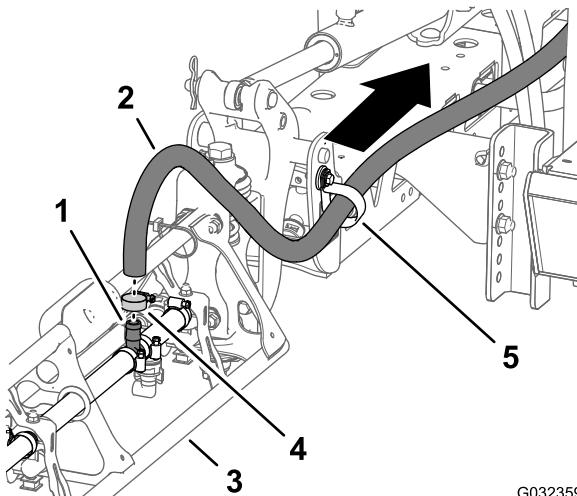

图42
1. 在外部喷洒臂段取下将喷洒臂段的供水软管固定到宝塔 T 形接头的软管夹 图42。
2. 从 T 形接头上拆下软管 (图42)。
3. 从 R 形夹上取下软管的自由端 (图42)。